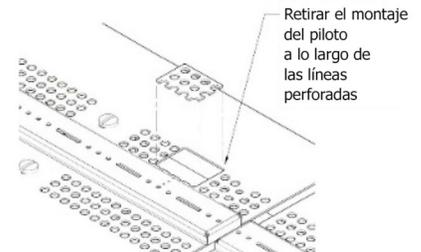

FIGURA 59
10. Antes de volver a colocar la parte superior del quemador que retiró en el **paso 4**, localice la sección rectangular perforada en la bandeja. Retire suavemente esta sección de las perforaciones utilizando un destornillador o unos alicates. **Figura 59**